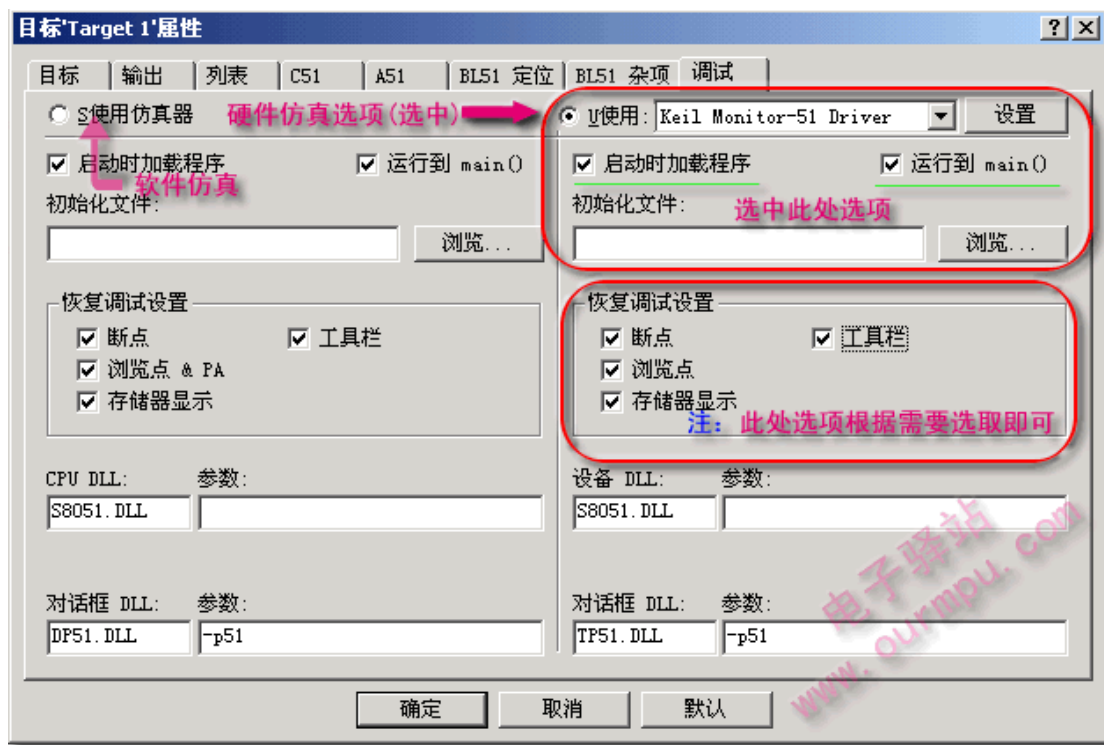

图 17：仿真调试设置
3、工程调试设置。“调试”页面设置如下图 17 所示。该页分为左右两半，左半边是软件仿真设置，而右半边是硬件仿真设置，当你使用软件仿真时，选中左边的“S 使用仿真器”；如果你使用硬件仿真器，那么就按下图所示设置硬件仿真，同时把仿真器连接到你的电脑串口上。